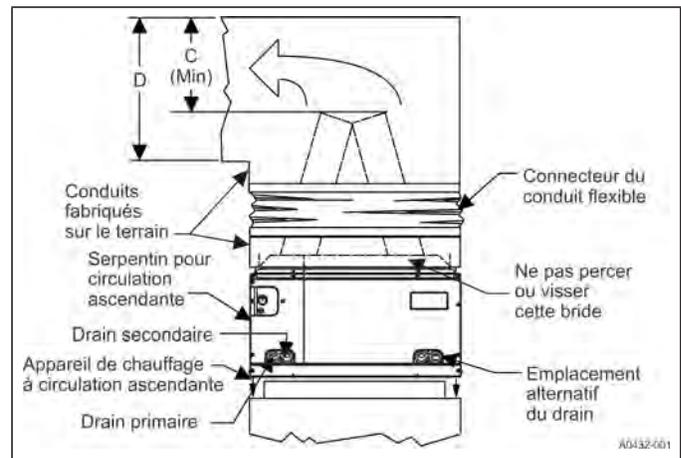

FIGURE 9 : Installation de serpentin ascendant, série PC
1. Positionnez le caisson du serpentin au-dessus de l'ouverture de l'appareil de chauffage comme illustré à la figure 9.
Ne percez aucun trou et ne placez aucune vis dans la bride du conduit frontal du serpentin afin d'éviter d'endommager les tubes du serpentin. Voir la figure 9.
La dimension « C » doit être au moins 2/3 de la dimension « D ». Voir la figure 9.
L'ensemble serpentin doit se trouver dans le conduit de telle sorte qu'une distance minimale soit maintenue entre le haut du serpentin et le haut du conduit. Reportez-vous au tableau 2 et à la figure 9.